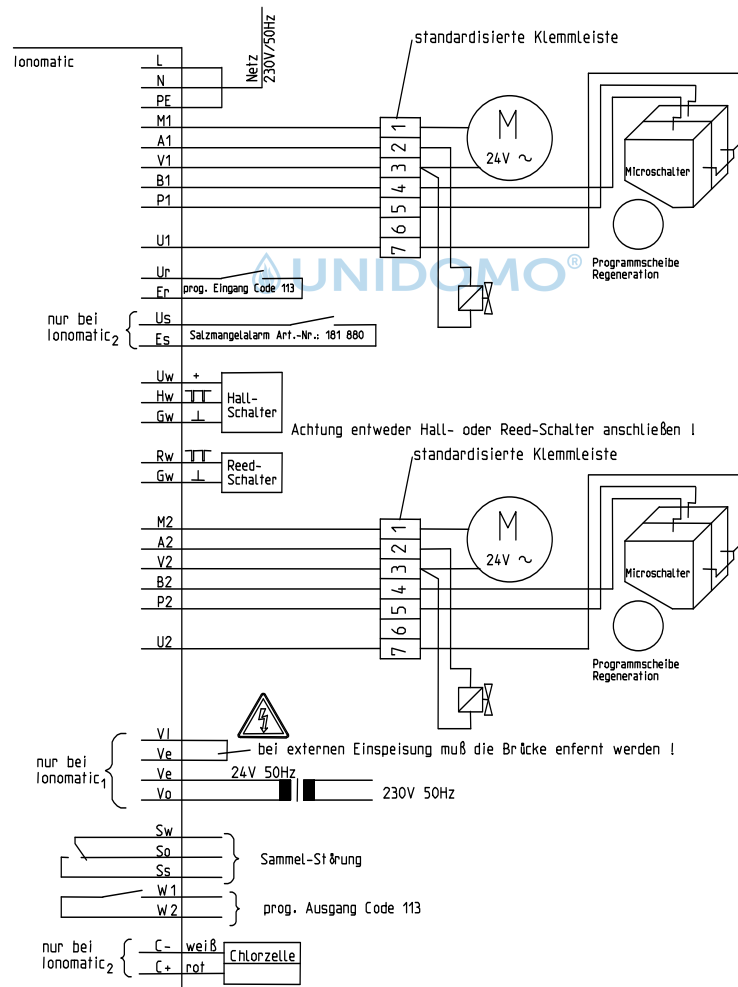
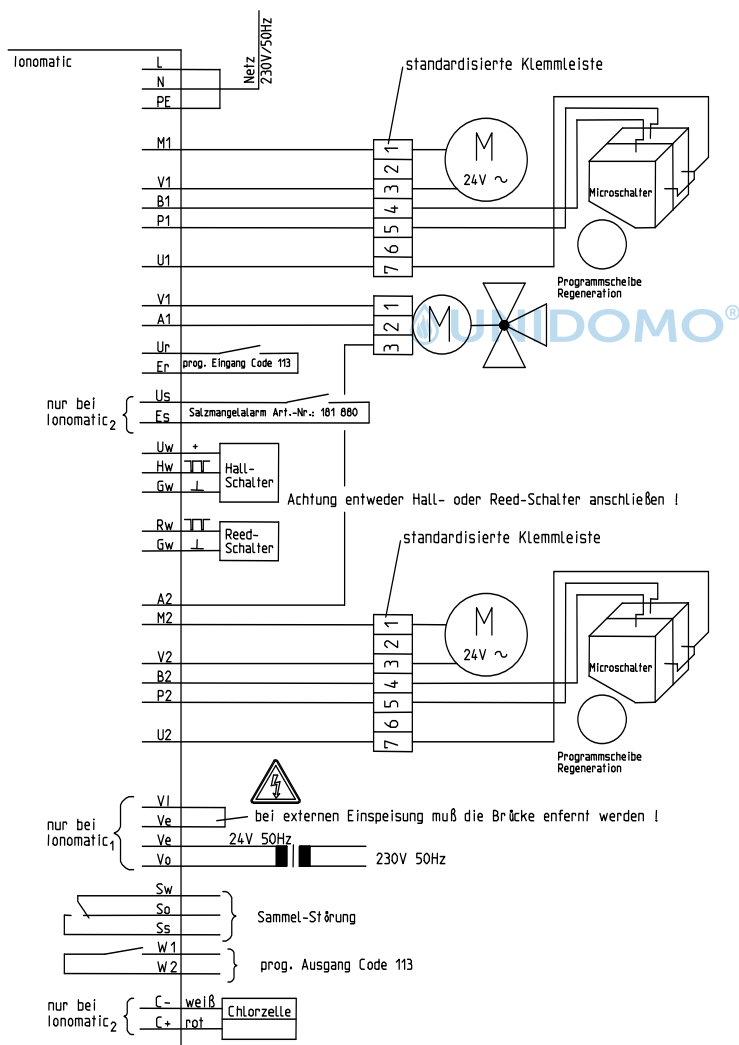
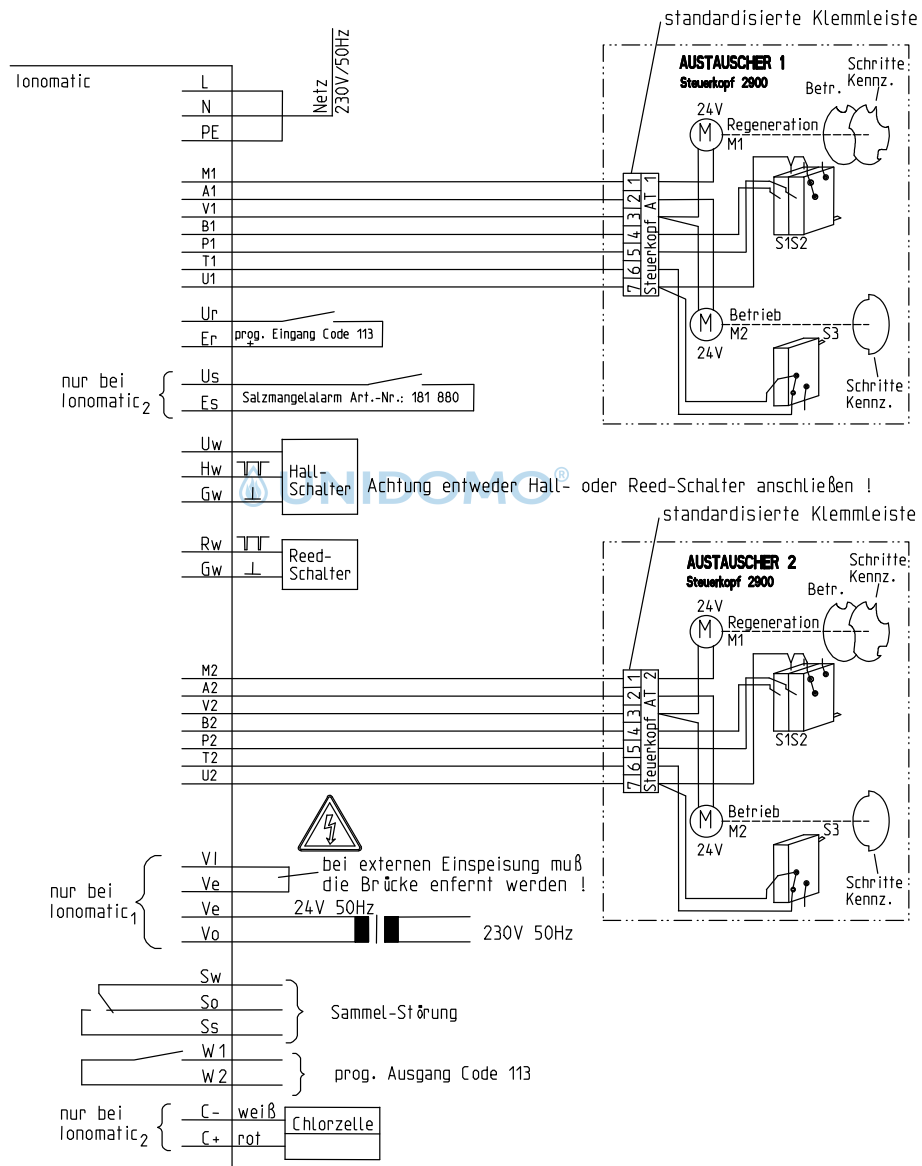

Abb. D-7: Klemmenplan für kleine Anlagen (Anschlussnennweiten 3/4" und 1")
Abb. D-9: Klemmenplan mittlere Anlagen (Anschlussnennweite 1½")
Abb. D-10: Klemmenplan für große Anlagen (Anschlussnennweite 2")
Die Steuerelektronik ist mit dem mitgelieferten Befestigungssatz an der Anlage zu befestigen (zur Orientierung siehe Abb. D-6 (b) für kleine Anlagen, Abb. D-2 für mittlere und große Anlagen) und nach den Klemmenplänen in Abb. D-7, Abb. D-9 bzw. Abb. D-10 anzuschließen.
2. Siebenadriges Kabel zwischen Steuerköpfen und Steuerelektronik verlegen und gemäß Klemmenplan (Abb. D-7) anschließen.
Gerätesteckdosen mit Magnetventilen verbinden, Kabel zu Steuerköpfen führen und gemäß Klemmenplan (Abb. D-7) anschließen.
6. Wasserzähler gemäß Klemmenplan (Abb. D-7) anschließen.
8. Siebenadriges Kabel zwischen Steuerköpfen und Steuerelektronik verlegen und gemäß Klemmenplan (Abb. D-9) anschließen.
9. Dreiadriges Kabel zwischen Steuerelektronik und Stellantrieb verlegen und gemäß Klemmenplan (Abb. D-9) anschließen.
12. Wasserzähler gemäß Klemmenplan (Abb. D-9) anschließen.
15. Gemäß Klemmenplan (Abb. D-10) anschließen.
17. Wasserzähler gemäß Klemmenplan (Abb. D-10) anschließen.